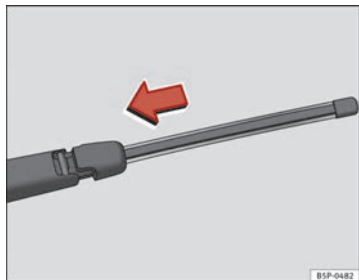

Abb. 184 Heckwischerblatt einsetzen
- Halten Sie das Wischerblatt wie in ⇒ Abb. 184 angezeigt fest und schieben Sie den Adapter so lange, bis er einrastet.